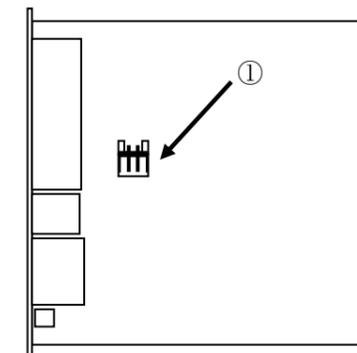

Fig 5
(1) IF ユニットを取り外します。
(2) Fig 5 の①のコネクタに本コネクタを差しこみます。
(3) IF ユニット取り付け方法を参照し、再度組み立ててください。